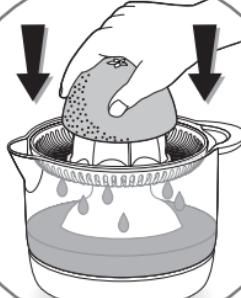

fig.2
- Placez la moitié de l'agrume sur le cône plastique (**C**) et appuyez doucement pour la mise en marche de l'appareil (fig. 2). Le jus s'écoulera directement dans la verseuse (**B**).
- Place the halved fruit onto the plastic cone (C) and press it down gently to start the appliance (fig. 2). The juice will flow directly into the jug (B). Remove the fruit from the cone when all the juice has been extracted.
- Plaats een halve vrucht op de kunststof perskegel (C) en druk er zacht op om het apparaat in te schakelen (fig. 2). Het sap stroomt direct in de kom (B). Haal het fruit van de perskegel als al het sap eruit is geperset.
- Setzen Sie eine Hälfte der Zitrusfrucht auf den Presskegel (C) und drücken Sie vorsichtig, damit das Gerät in Gang gesetzt wird (Abb. 2). Der Saft fließt direkt in den Behälter (B). Entfernen Sie die Frucht vom Presskegel, nachdem der ganze Saft ausgesprest wurde.
- Coloque la pieza de fruta cortada en el cono de plástico (C) y presione suavemente para ponerlo en marcha (**fig. 2**). El zumo caerá directamente en la jarra (B). Retire la fruta del cono cuando haya extraído todo el zumo.